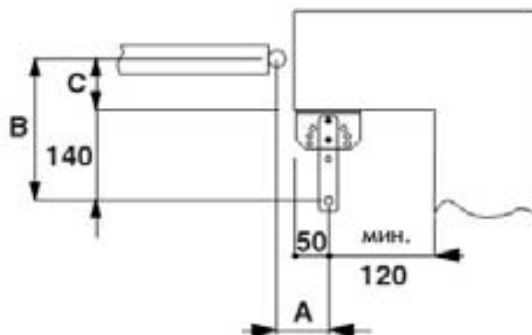

Рис. 5
3.3. Установите хвостовой кронштейн [14] (рис. 4), руководствуясь размерами [A] и [B] (показаны на рис. 3), выбранными с учетом желаемого угла открывания [D]. Для облегчения монтажа в хвостовом кронштейне сделаны отверстия (рис. 5).